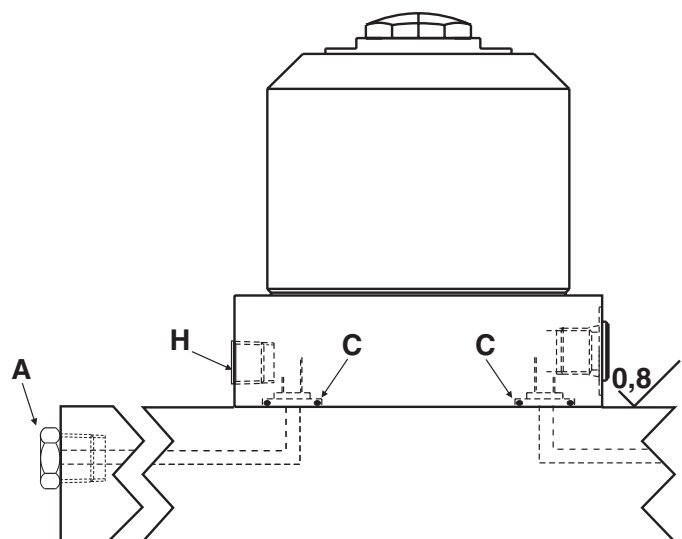

Abbildung 3 - Entlüftung durch den Verteilerrohr-Anschluß / Befestigung des Hydraulik-Verteilerrohrs
3. Die Hydraulikanschlüsse können am seitlichen Anschluß oder am Anschluß des Verteilerrohrs vorgenommen werden. Falls die Hydraulikanschlüsse am Anschluß des Verteilerrohrs vorgenommen werden, müssen zuerst die Verschlußschraube und die Dichtung aus Kupfer vom Anschluß entfernt werden (D). Den mitgelieferten O-Ring (C) leicht einfetten und in der Senkung um den Anschluß anbringen, bevor der Abstützzylinder montiert und festgeschraubt wird (siehe Abbildung 3). Darauf achten, daß der O-Ring beim Einbau nicht gequetscht oder beschädigt wird, da es andernfalls zu Undichtheiten kommt. Um zu gewährleisten, daß die Befestigungsstelle am Verteilerrohr nicht undicht ist, sicherstellen, daß die Anlagefläche der Vorrichtung innerhalb einer Toleranz von 0,08 mm (0.003 Inch) eben ist und daß die Oberflächenrauheit (R_a) weniger als 0,8 μm (32 μInch) beträgt.
2. Zur Entlüftung kann auch der als Sonderzubehör erhältliche Verteilerrohr-Entlüftungsanschluß (siehe Abbildung 3) verwendet werden.
- 2a. Die Verschlußschraube und die Dichtung aus Kupfer vom Entlüftungsanschluß des Verteilerrohrs (B) entfernen.
- 2b. Den mitgelieferten O-Ring (C) leicht einfetten und in der Senkung um den Entlüftungsanschluß des Verteilerrohrs anbringen.
- 2c. Das Entlüfteranschlußstück (A) vom seitlichen Entlüftungsanschluß entfernen und den Anschluß mit einem 1/8 NPT Stopfen verschließen.